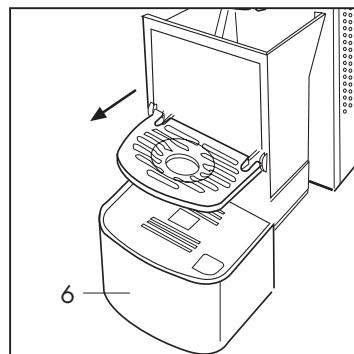

Fig. 24
Le porte-capsules peut contenir 14 capsules au maximum, il est donc conseillé de le vider régulièrement pour éviter que les capsules ne se coincent. Pour cela il faut enlever le verre (13) et extraire le porte-capsules (6) (**Fig. 24**)